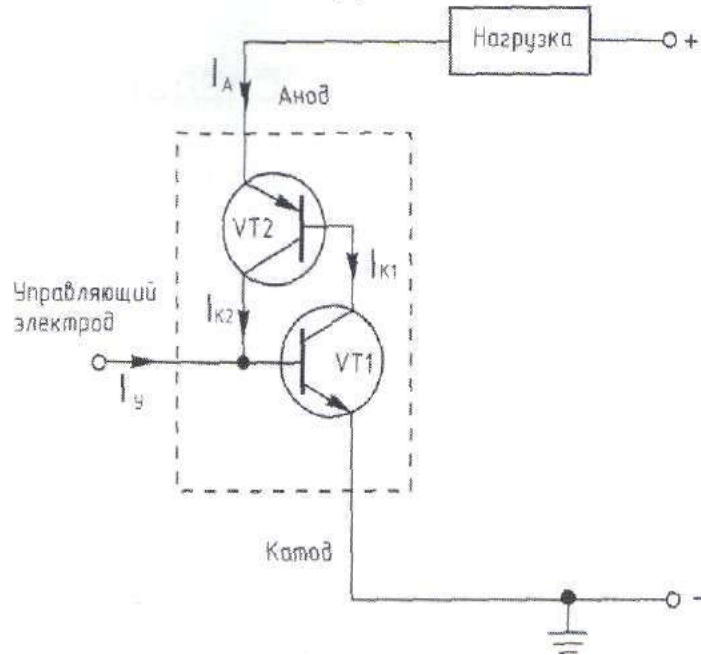
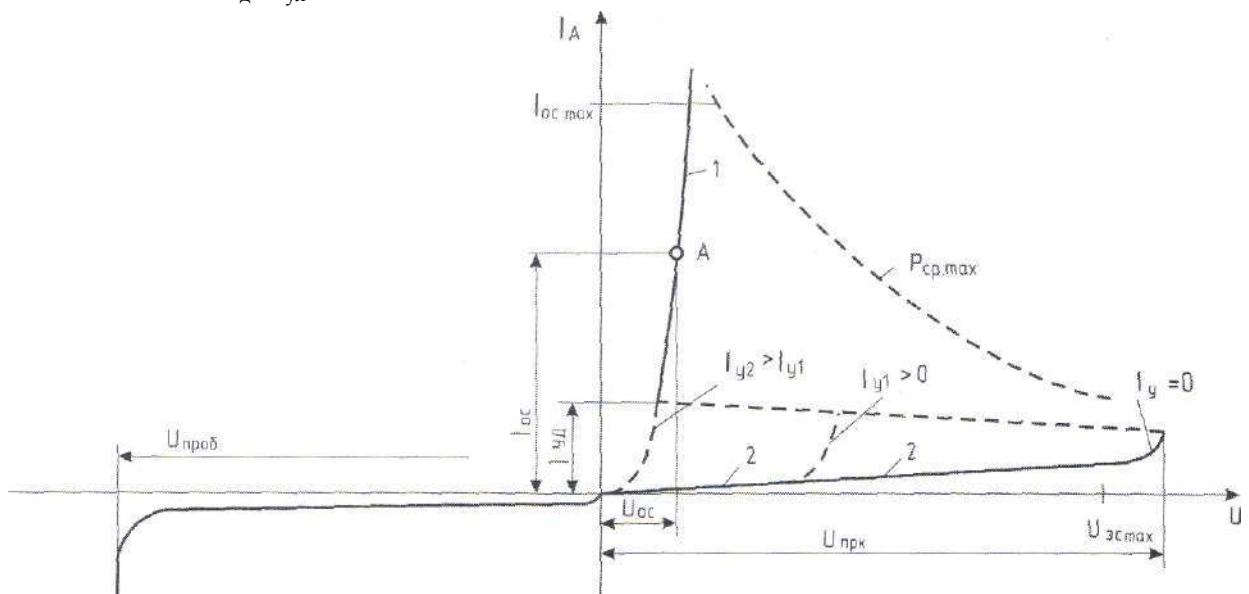

Рис. 4.2. Схема, объясняющая работу тиристора с точки зрения транзисторного эквивалента
Рис. 4.3. Анодная характеристика тиристора, не проводящего в обратном направлении: 1- характеристика открытого состояния; 2 - характеристики закрытого состояния
На схеме, приведенной на рис. 4.2, указаны ток нагрузки I_A , управляющий ток I_V , коллекторный ток I_K транзистора $VT1$ и коллекторный ток I_C транзистора $VT2$. Положительное относительно катода основное напряжение U_A подается на анод, а управляющее напряжение U_V - на управляющий электрод. При управляющем напряжении $U_V = 0$ ток I_V также равен нулю. Если при этом напряжение на его аноде меньше напряжения переключения $U_{прк}$ (рис. 4.3), то тиристор закрыт (оба транзистора $VT1$ и $VT2$ закрыты). Это состояние устойчиво и может длиться неограниченно долго. На рис. 4.3 это характеристика 2 закрытого состояния тиристора.
Дальнейшее увеличение напряжения U_A уменьшает сопротивление смещенных в обратном направлении переходов база-коллектор транзисторов $VT1$ и $VT2$. При напряжении $U_A = U_{прк}$ транзисторы открываются, и тиристор переключается в проводящее состояние. Ток анода открытого тиристора I_A определяется сопротивлением нагрузки (см рис. 4.2). На рис. 4.3 это характеристика 1 открытого состояния тиристора. Тиристор может находиться в открытом состоянии неограниченно долго: пока существуют условия для протекания в его основной цепи анодного тока большего, чем ток удержания.
Если на управляющий электрод закрытого тиристора подать напряжение управления $U_y > 0$, то в цепи базы транзистора $VT1$ потечет управляющий ток I_y , который откроет этот транзистор. В свою очередь, появившийся ток коллектора I_{k1} транзистора $VT1$ откроет транзистор $VT2$ и тиристор откроется. Чем больше управляющий ток I_y , тем меньшим напряжением на аноде U_d открывается тиристор (см. рис. 4.3). Коллекторный ток I_{k1} открытого транзистора $VT2$ будет удерживать транзистор $VT1$ в открытом состоянии (характеристика 1 на рис. 4.3) даже, если напряжение управления U_y и управляющий ток I_y станут равными нулю.
- 5.2 Используя данные табл. 4.2 и 4.3 постройте график анодной характеристики тиристора. Она имеет вид, представленный на рис. 4.3.